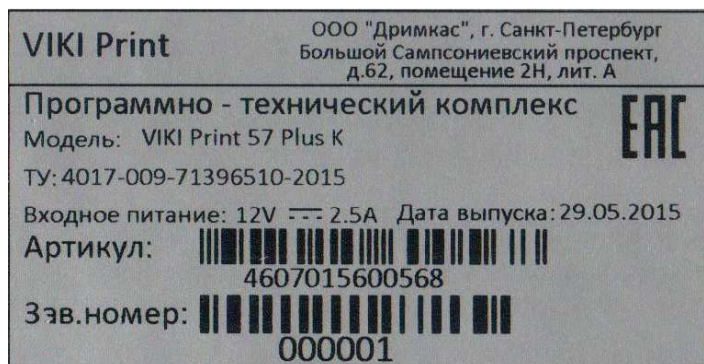

Рис. 1. Маркировка основного блока ПТК
- ◆ Основной блок ПТК должен быть маркирован как показано на Рис.1.
- ◆ Проверить наличие на маркировке (шильдике) наименования поставщика, знака соответствия и их соответствие данным, указанным на Рис.1(код органа сертификации может отличаться от представленного на Рис.1).